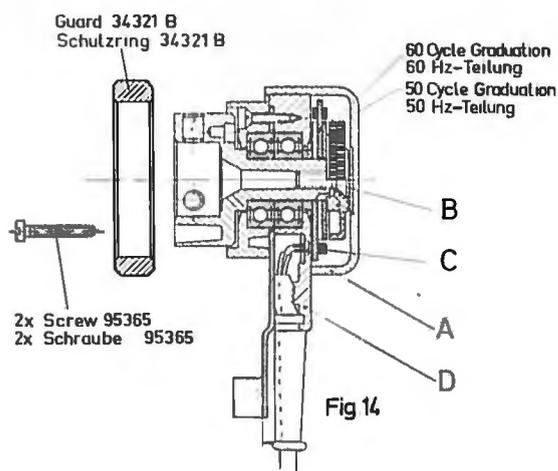

Fig. 14
- a) Der Stecker für den Schneidmagnet-Anschluß darf erst nach fertiger Synchronisator-Einstellung Fig. 14 angeschlossen werden.
Rotate sewing machine manually into needle down position (observe direction of rotation). Remove protective cap (A, Fig. 14) from synchronizer, loosen set screw (B, Fig. 14) and turn the magnet carrier (C, Fig. 14) with the red magnet so that it is located on the center of the ball bearing retainer (D, Fig. 14). Now rotate the machine in needle up position and adjust the magnet carrier with the yellow magnet so that it is located on the center of the ball bearing (D, Fig. 14). Now switch on the motor and proceed to fine adjustment.
Toe treadle and release: The machine starts, then stops in needle down position. Correct, if necessary, the position by readjusting the magnet carrier (C, Fig. 14) (red magnet).
Heel treadle: The machine positions at the prescribed speed (cutting speed) in to the needle up position. Correct, if necessary, as above (yellow magnet). Now tighten set screw (B, Fig. 14) and replace protective cap on synchronizer.
Before shipping the machine, a guard part No. 34321 B, is attached with two screws part No. 95365 to the synchronizer (Fig. 14). This guard serves as a finger protector. It prevents the operator from accidentally getting the fingers caught in the handwheel.
Die Nähmaschine wird von Hand in Nadel-Tiefstellung gedreht (beachten Sie die richtige Drehrichtung). Ziehen Sie vom Synchronisator die Schutzkappe (A, Fig. 14) ab, lösen Sie die Klemmschraube (B, Fig. 14) und drehen Sie den Impulsgeber (C, Fig. 14) mit dem roten Magnet so, daß dieser auf der Mitte des Kugellagerhalters (D, Fig. 14) steht. Nun drehen Sie die Maschine in Nadelhochstellung und verstellen den Impulsgeber mit dem gelben Magnet so, daß dieser auf der Mitte des Kugellagerhalters (D, Fig. 14) steht. Jetzt kann der Motor eingeschaltet und die Feineinstellung vorgenommen werden.
Treten Sie das Pedal vorwärts und lassen es wieder los: Der Motor läuft an und bremst in Nadel-Tief-Stellung ab. Korrigieren Sie, wenn nötig, die Stellung durch Nachdrehen des Impulsgebers (C, Fig. 14) (roter Magnet).
Treten Sie das Pedal rückwärts: Der Motor läuft mit vorgeschriebener Drehzahl (Schneiddrehzahl) in die Nadel-Hoch-Stellung. Korrigieren Sie, wenn nötig, wie zuvor beschrieben (gelber Magnet). Nun ziehen Sie die Klemmschraube (B, Fig. 14) fest und setzen die Schutzkappe (A, Fig. 14) auf den Synchronisator.
An den Synchronisator wird vor dem Versand der Maschine ein Schutzring Teilnr. 34321 B mit zwei Schrauben Teilnr. 95365 angeschraubt (Fig. 14). Dieser Schutzring dient als Fingerschutz. Er verhindert, daß in die Handradriemenscheibe gegriffen werden kann.